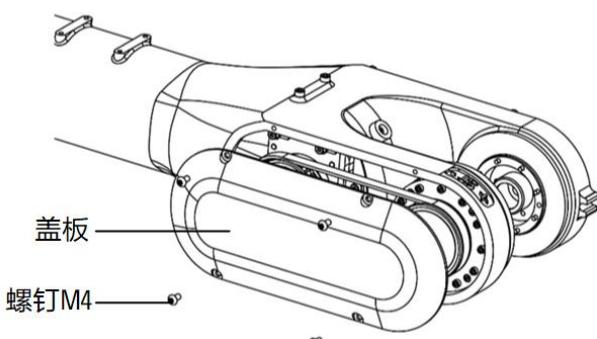

图 12-11 拆卸盖板
- 步骤3.** 拆卸操作机盖板及四颗 M4 螺钉，如图 12-11 所示。